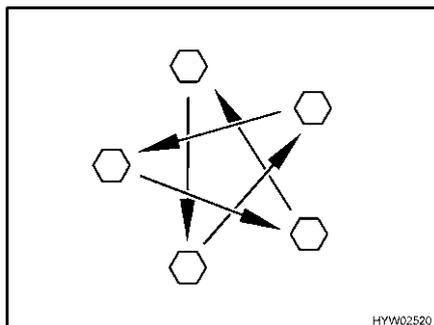

Bild 195 Radmuttern oder Radschrauben über Kreuz anziehen
- Radmuttern oder Radschrauben regelmäßig auf festen Sitz prüfen. Radmuttern oder Radschrauben eines ausgewechselten Rades nach 50 km nachziehen (Bild 195). Anziehdrehmoment siehe Abschnitt 13.5.2.
- Wenn neue oder neu lackierte Felgen verwendet werden, die Radmuttern oder Radschrauben zusätzlich nach ca. 1000 bis 5000 km nachziehen (Bild 195).
- ▷ Radmuttern oder Radschrauben über Kreuz anziehen (Bild 195).